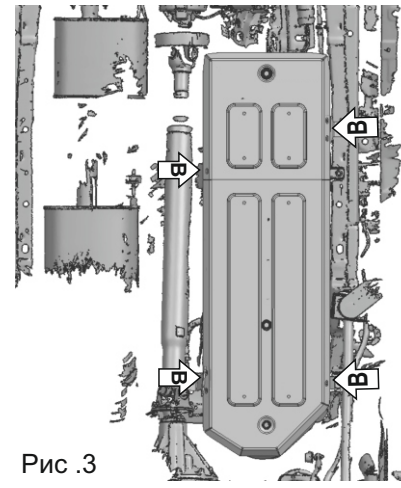

Рис. 3
5. Установить защиту: закрепить защиту в точках (В) на кронштейны болтами М8х20 с шайбами 8 ув. (рис.3).